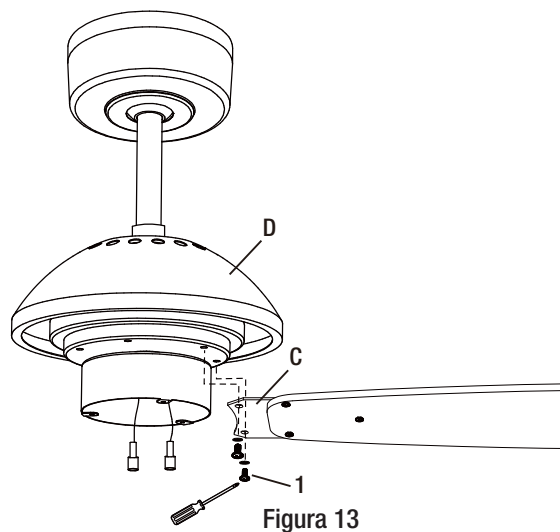

Figura 13
- Quite los dos tornillos del soporte del aspa en la parte inferior del motor y coloque el soporte del aspa (C) debajo del motor de modo que los orificios queden alineados (Figura 13). Apriete los dos tornillos del soporte del aspa.